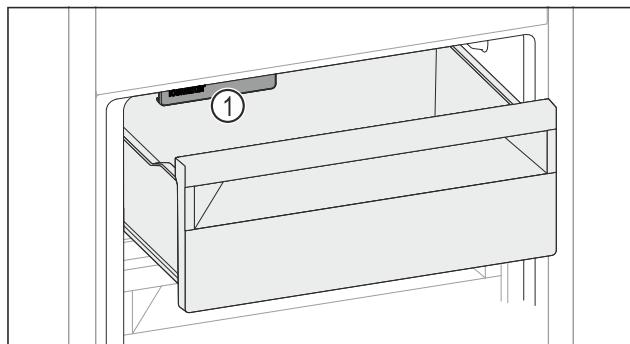

Fig. 126
- Внимавайте за IceMaker *Fig. 126 (1)*.